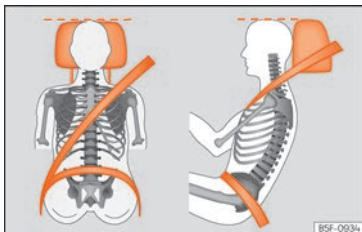

Fig. 4 Sangle bien ajustée et appuie-tête correctement réglé.
- Réglez l'appuie-tête de manière à ce que son bord supérieur soit, dans la mesure du possible, à la même hauteur que la partie supérieure de votre tête, et au moins à la hauteur de vos yeux. Gardez la nuque le plus près possible de l'appuie-tête »» fig. 4.